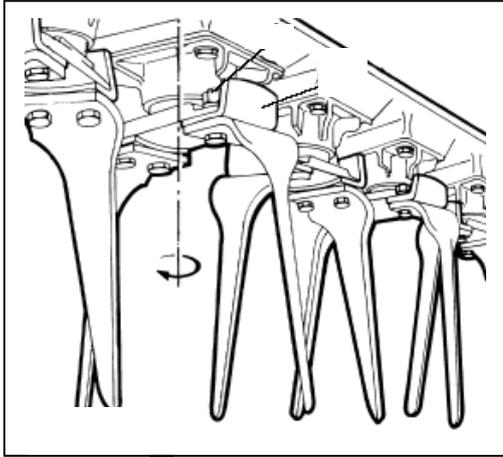

図16
- ◆ ブレードは左・右で相違があります。刃のついている側と回転方向に注意して正しくセットしてください(図16)。交換する際は、ブレードを外す度に同方向のブレードを組み付けると間違いが少なくなります。